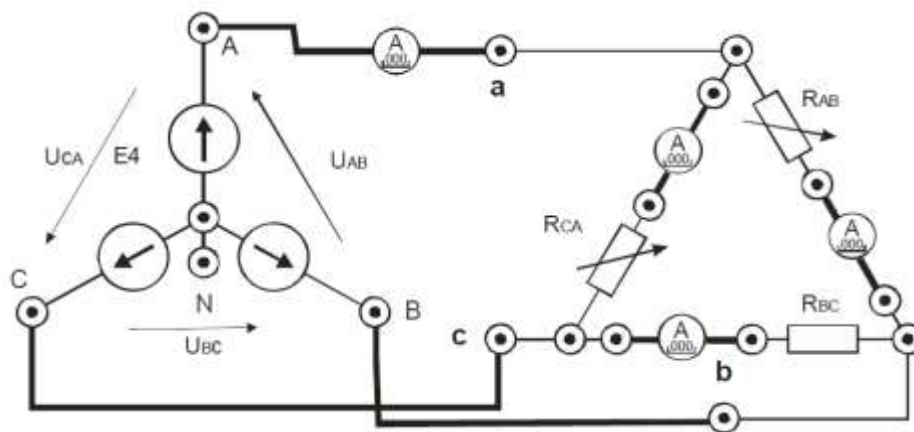

Рис.23.
3. В соответствии с рис. 23. собрать схему трехфазной цепи при соединении потребителей в треугольник. Установить симметричную нагрузку. Для этого установить соответствующие тумблеры в позицию «1». Предъявить схему для проверки.